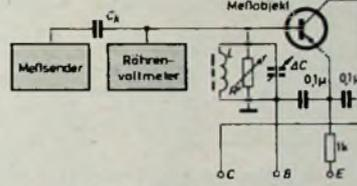
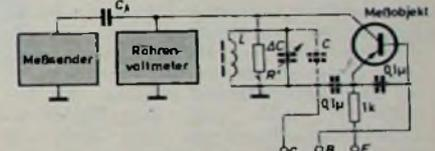

Bild 2. y_{ie} -Meßschaltung
Bild 3. y_{oe} -Meßschaltung
Von den im folgenden beschriebenen Messungen an HF-Transistoren sind besonders die Messung des Kurzschluß-Eingangswertes y_{ie} , des Kurzschluß-Ausgangswertes y_{oe} , der Vorwärtssteilheit y_e und der Rückwärtssteilheit y_{re} wichtig. Zur Bestimmung des Eingangswertes $y_{ie} = g_{ie} + j\omega C_{ie}$ bei Kurzschluß wird aus einem Generator mit sehr großem Innenwiderstand ein konstanter HF-Strom einem auf die Meßfrequenz abgestimmten Parallelschwingkreis zugeführt (Bild 2), so daß die Spannung an diesem Kreis dem Kreisleitwert umgekehrt proportional ist. Schaltet man nun dem Schwingkreis die Basis-Emittierstrecke des Transistors parallel, so stellt sich nach erneutem Abstimmen auf Resonanz ein Spannungswert ein, der der Summe aus Kreisleitwert und Realteil des Transistor-Eingangswertes entspricht. Die Kapazitätsdifferenz zwischen den beiden Resonanzeinstellungen ist dann gleich der Eingangskapazität C_{ie} des Transistors. Wird mit U_0 die Resonanzspannung des Kreises allein (mit dem Kreisleitwert G_{kr}) und mit U_1 die Resonanzspannung des zusätzlich mit dem Transistor bedämpften Kreises bezeichnet, so ergibt sich der Realteil des Transistor-Eingangswertes zu
Nach dem gleichen Verfahren läßt sich auch die Messung des Ausgangswertes $y_{oe} = g_{oe} + j\omega C_{oe}$ bei Kurzschluß durchführen (Bild 3). Die Schaltung unterscheidet sich von der im Bild 2 nur durch die Anschaltung des zu messenden HF-Transistors. Die Formel Gl. (1) für den Eingangswert y_{ie} gilt sinngemäß auch für den Ausgangswert y_{oe} . In der Meß-